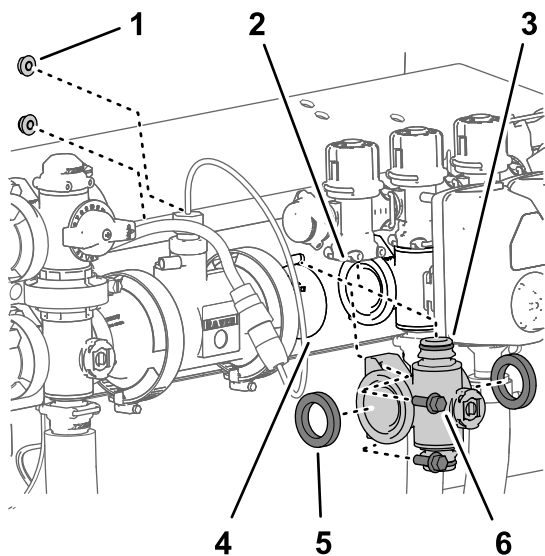
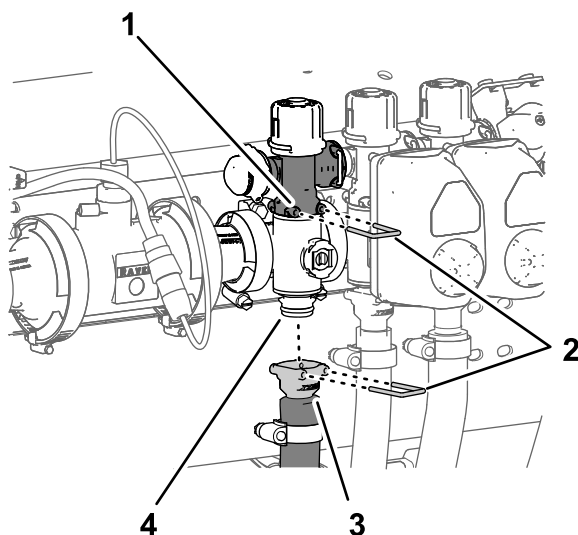

図 115
図 116
- ステップ 個別ブームマニホルドバルブの取り外し (ページ 73) で外したガスケット2枚を、ブームバルブマニホルドのフランジに合わせる 図 115。
2. boomバルブマニホルドを、もう1つのboomバルブまたはカップリングアダプタの各フランジの間に入れる図 115。
3. boomバルブマニホルドのクイックコネクティングを、boomバイパスバルブのクイックディスクコネクソケットに組み付けて、クイックコネクピンで固定する図 115と図 116。
5. 左右のboomバルブマニホルドを、バルブサポートに組み付ける図 115 個別boomマニホルドバルブの取り外し (ページ 73)で取り外したフランジヘッドボルト $\frac{1}{4}$ " x $\frac{3}{4}$ "2本とフランジロックナット $\frac{1}{4}$ "2個を使用する。
8. boomホースのクイックコネクカップラを、boomバルブマニホルドのクイックコネクティングに組み付けて、クイックコネクピンで固定する図 116。